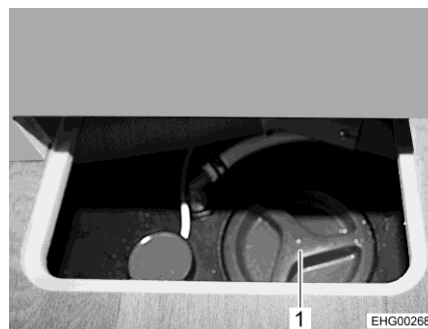

Fig. 142 Réservoir d'eaux usées
- Ouvrir l'ouverture de nettoyage (Fig. 142,1) du réservoir d'eaux usées.
- Fermer l'ouverture de nettoyage (Fig. 142,1) du réservoir d'eaux usées.